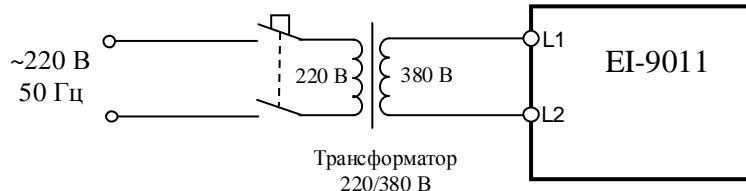

Рис. 4.13. Подключение ПЧ к электросети 1Ф ~220 В через трансформатор 220/380
4.8.1. Подключить преобразователь EI-9011-001Н...007Н к электросети 3Ф ~380 В (или к электросети 1Ф ~220 В через трансформатор 220/380 В, как показано на рис. 4.13).
4.10.1. Подключить три лампы (~220 В, 40-100 Вт), соединённые по схеме «Звезда» к выходным клеммам U, V, W преобразователя частоты. Подать питание ~380 В 3Ф (или ~220 В 1Ф через трансформатор 220/380 В (см. рис. 4.13)).